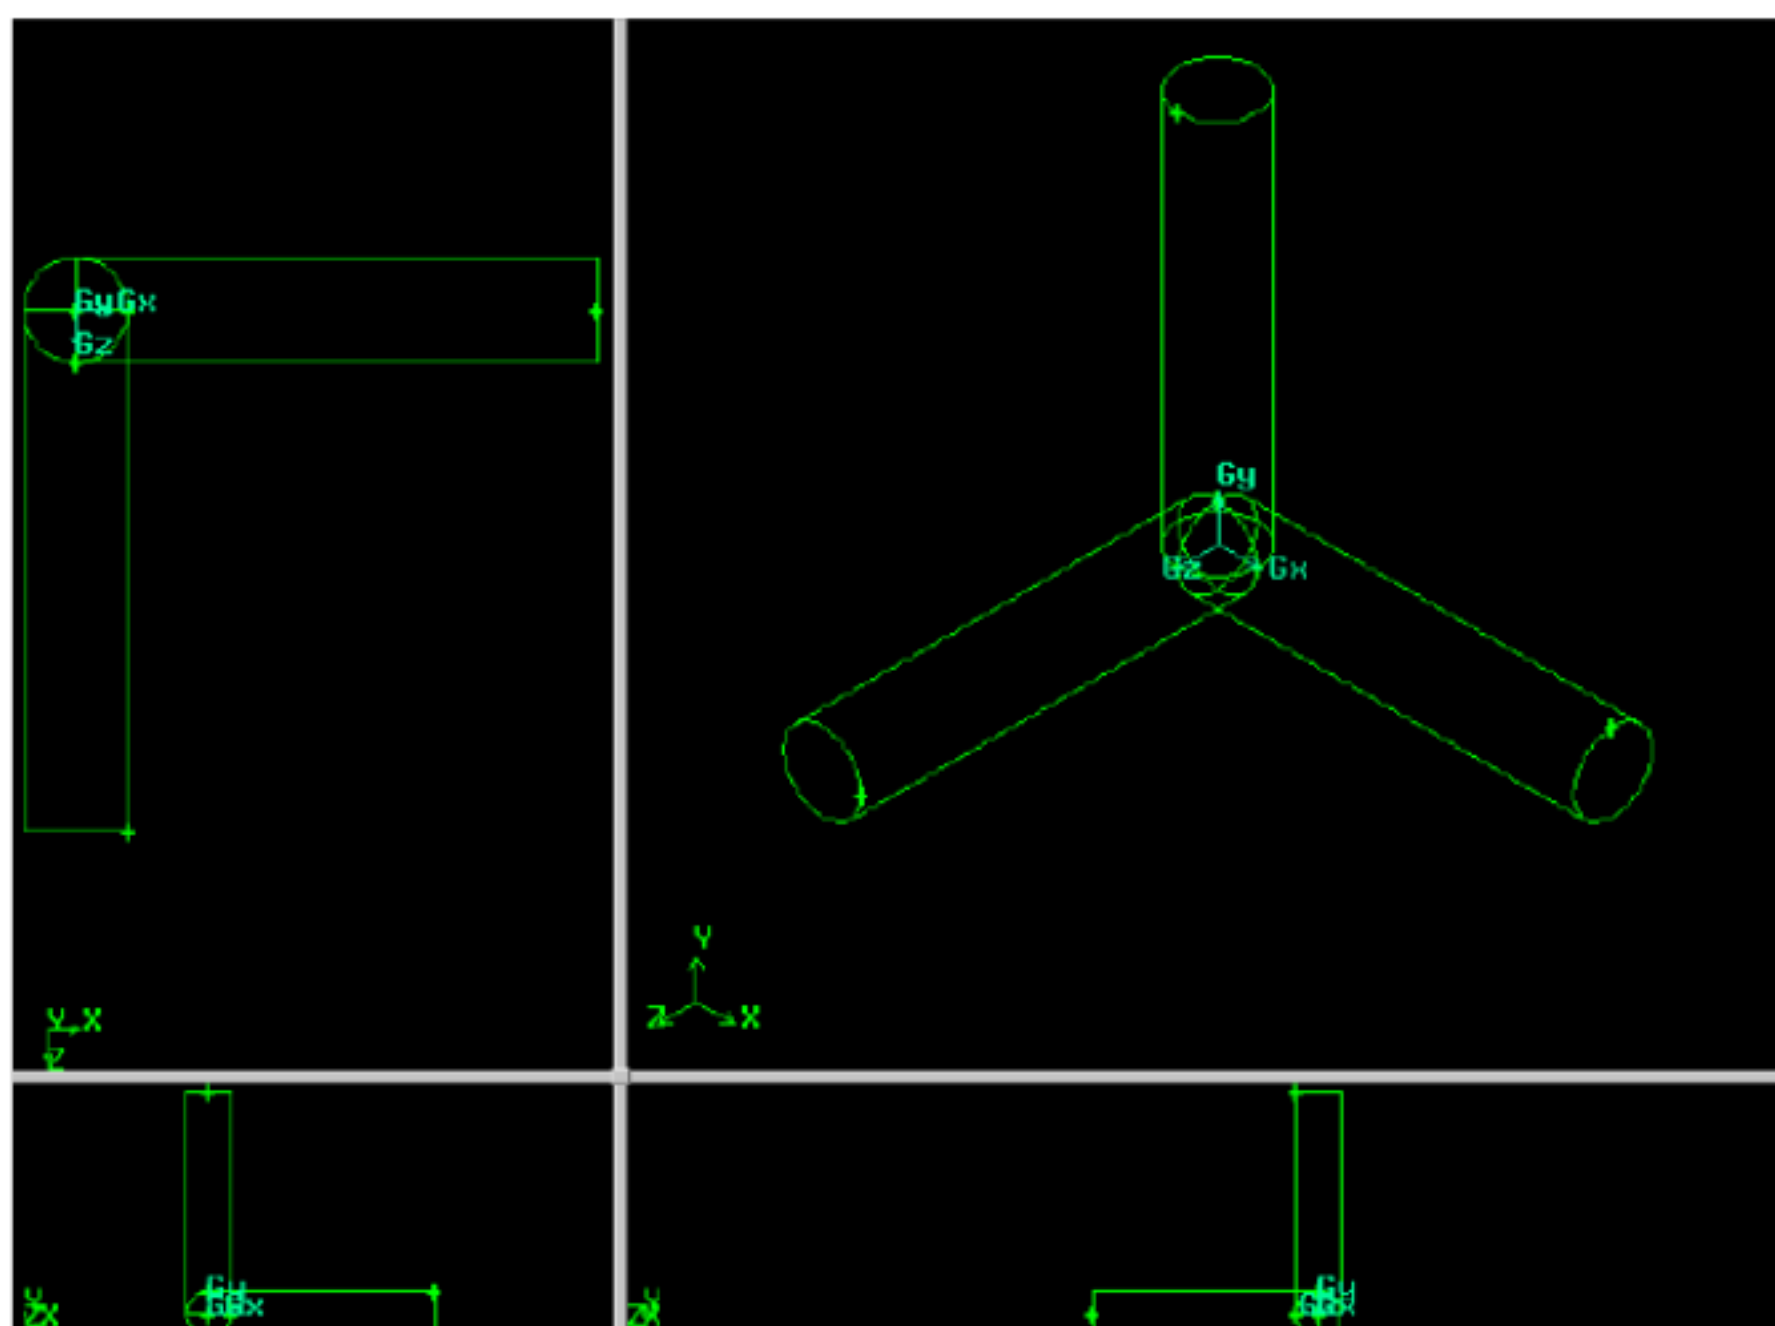

图 38
3. 再创建两个圆柱体，分别指向  $y$  和  $z$  方向（见图 38）。